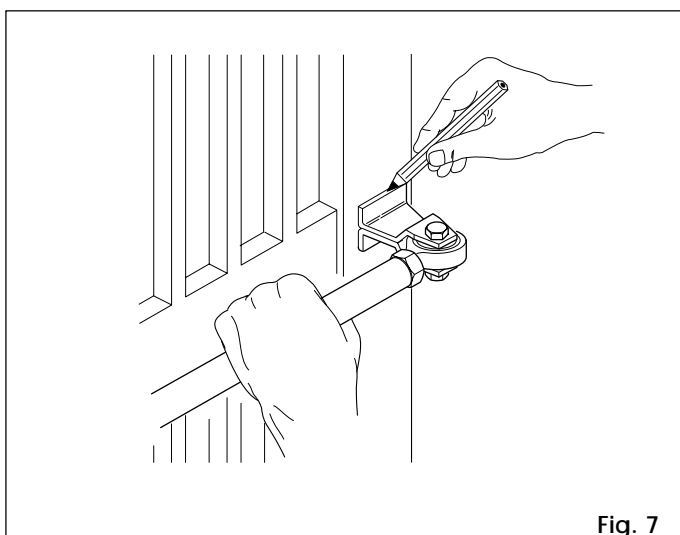

Fig. 7
- 8) Fermer le vantail et, tout en maintenant l'opérateur parfaitement horizontal, tracer sur le vantail l'emplacement de la patte d'attache avant (Fig. 7).